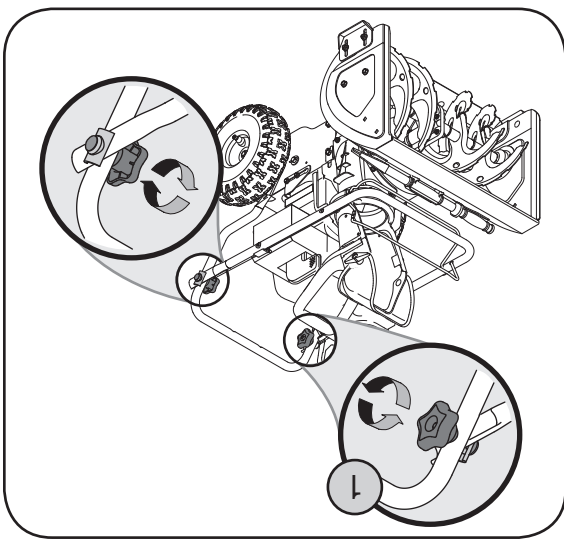

Figure 2
2. Desserrez le bouton du guidon et l'attache du guidon de chaque côté du guidon. Voir la Figure 2.